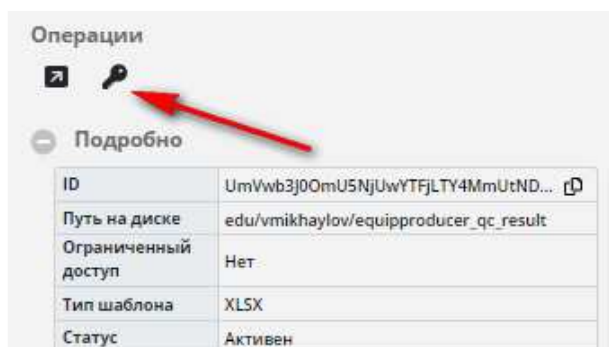

Рисунок 34. Кнопка для перехода к токенам отчета
2) В информационном поле Операции/Подробнее необходимо кликнуть на изображение ключа (Рисунок 34), после чего откроется форма токенов выбранного отчета;